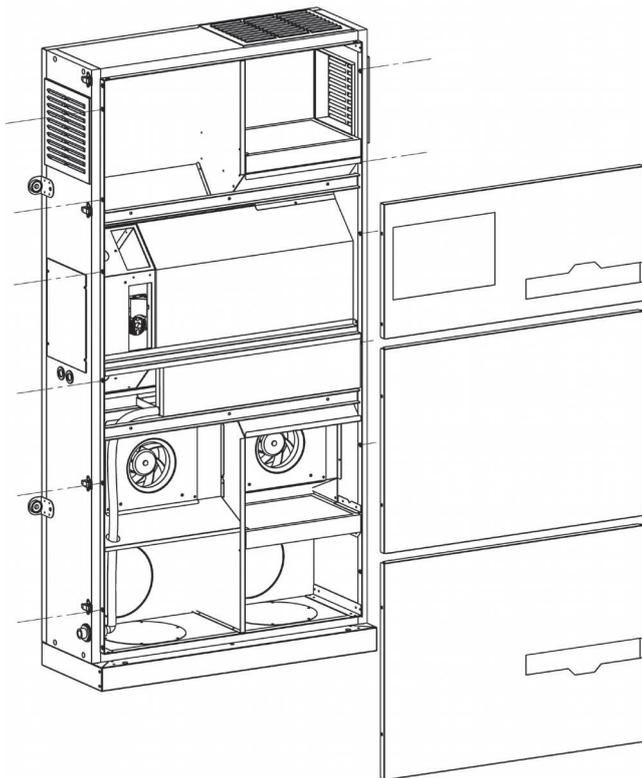

Fig.77
- 2) Aprire il pannello inferiore e svitare completamente il pannello interno di tenuta (Fig. 77 - 79).
- 2) Open the lower inspection panel and completely unscrew the internal sealing panel (Fig. 77 - 79).